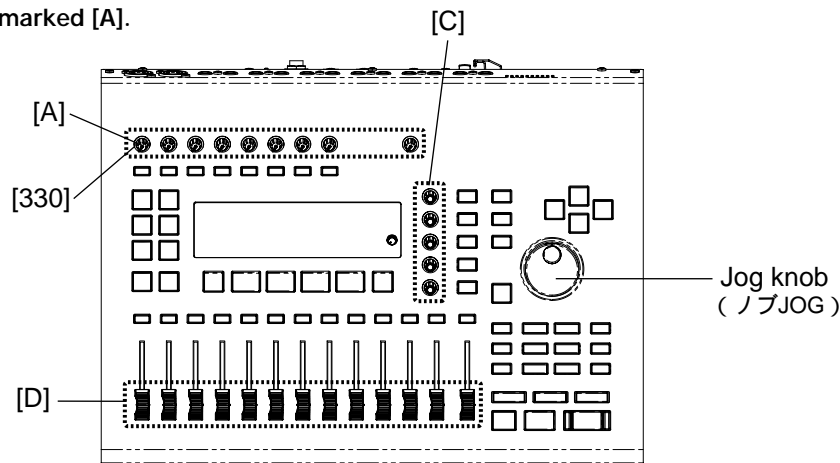

Fig.4(図4)
- 4-1 Remove the nine (9) fader knobs marked [A] and the nine (9) GAIN spacers marked [330] from the control panel side. (Fig.4)
- 4-1 コントロールパネル面より、[A] のノブ 9 個と [330] のスペーサー GAIN9 個を外します。(図 4)
- 6-1 Remove the JOG knob, the five (5) encoder knobs marked [C] and the thirteen (13) faderknobs marked [D] from the control panel side. (Fig.4)
- 6-1 コントロールパネル面より、ノブJOG と[C]のエンコーダノブ 5 個、[D]のフェーダーノブ 13 個を外します。(図 4)
付属のネジ2本を使って、CD-RWドライブを固定します(上図4)。
CD-RWドライブを固定している2本のネジを取り外し、CD-RWドライブを引き出します(上図4)。